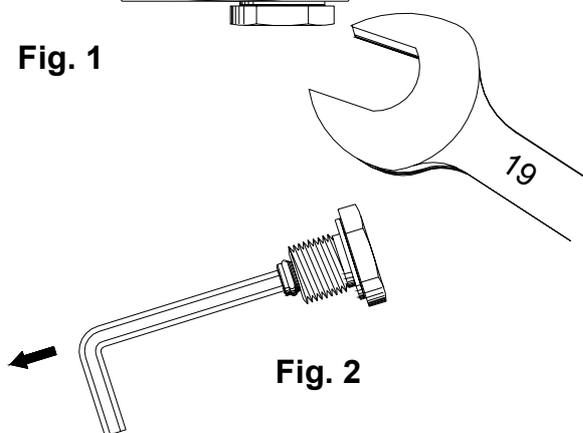

Fig. 2
- Im Inneren des Rücklaufstopfens befindet sich die Bypass-Schraube (Fig. 2). Nehmen Sie sie mit einem 4 mm Innensechskantschlüssel heraus.